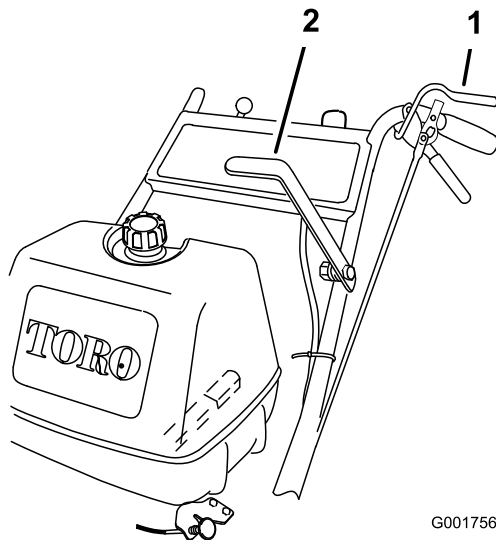

Figure 9
- Serrez les leviers de détection de présence de l'utilisateur (OPC) contre les poignées (Figure 9).
- Poussez le levier de commande des lames (PDF) fermement en avant jusqu'à ce qu'il bascule en position de verrouillage (Figure 9).
Pour désengager les lames, tirez le levier de commande des lames à fond en arrière (Figure 9). Le moteur s'arrête quand les leviers OPC sont relâchés et que le levier de commande des lames est engagé.